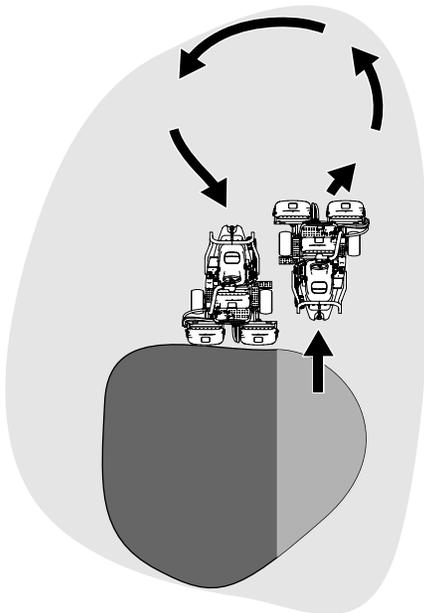

Bild 22
- Verkürzen Sie die Betriebszeit und vereinfachen Sie das Ausrichten für den nächsten Durchgang, indem Sie die Maschine vorübergehend in die entgegengesetzte Richtung und dann in die Richtung des ungemähten Teils drehen, was zu einem tropfenförmigen Schnittbild führt (Bild 22).